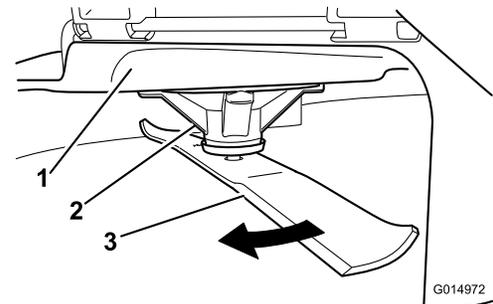

Figura 72
2. Llevando guantes fuertemente acolchados u otro tipo de protección apropiada para las manos, gire lentamente la cuchilla hasta una posición que permita medir la distancia entre el filo de corte y la superficie nivelada en la que descansa la máquina (Figura 72).